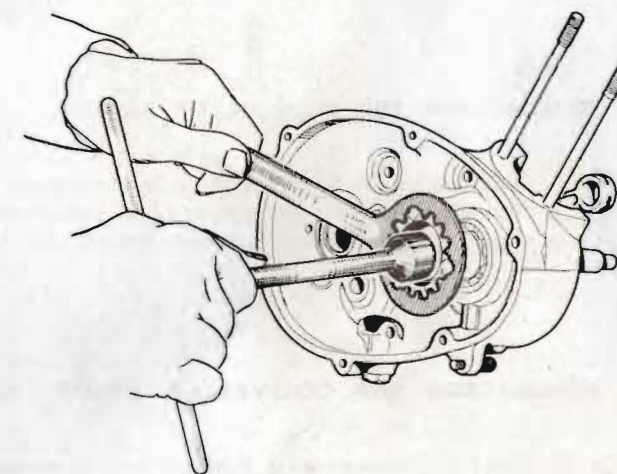

Fig. 32
- Sur le support d'embrayage, placer le frein de vis, la vis et bloquer (clé tube de 17) en immobilisant l'embrayage à l'aide de l'outil spécial (fig. 32) Rabattre le frein de vis.